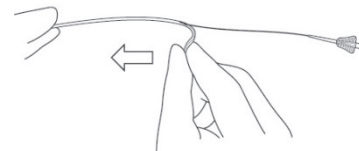

図2
- (10) 本品及びガイドワイヤーがガイディングカテーテルの先端部に到達したら、イントロデューサーシースを左右に裂き、本品から取り除く（図2）。